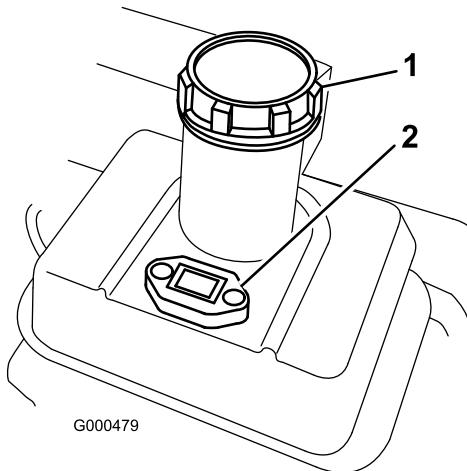

Figura 13
1. Limpe a zona em redor do tubo de enchimento e retire a tampa do depósito (Figura 13).